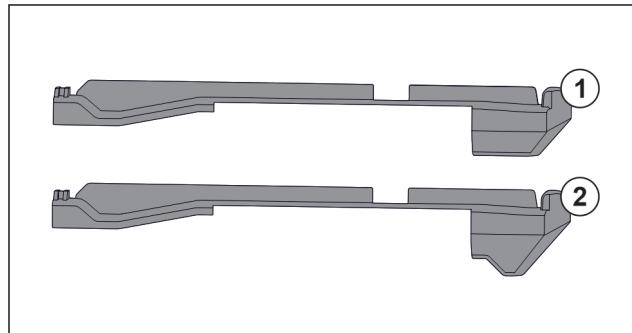

Fig. 147 Primerjava natičnih nastavkov
V napravi sta dva različna natična nastavka. Natični nastavek nad povsem spodnjim predalom Fig. 147 (2) ima trikotni rob. Vsi ostali natični nastavki Fig. 147 (1) imajo raven rob.
- Natični nastavek Fig. 147 (2) s trikotnim robom namestite nad povsem spodnjim predalom.
- Natični nastavek Fig. 147 (1) z ravним robom namestite na vsa preostala mesta.